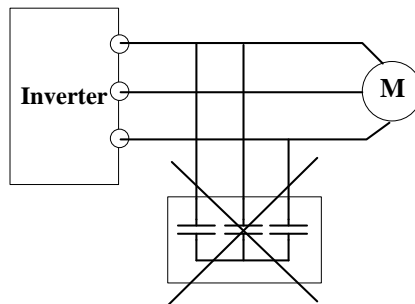

Abb. 1-6 Kondensatoren dürfen nicht verwendet werden.
- Schließen Sie an die Ausgangsanschlüsse des Antriebs keinen Varistor oder Kondensator an, da die Ausgangsspannung des Antriebs eine Pulswellenform aufweist. Andernfalls kann es zu einer Schnellabschaltung oder zur Beschädigung der Komponenten kommen. Außerdem dürfen Trennschalter bzw. Schütze nicht, wie in Abbildung 1-6 gezeigt, an der Ausgangsseite des Antriebs installiert werden.